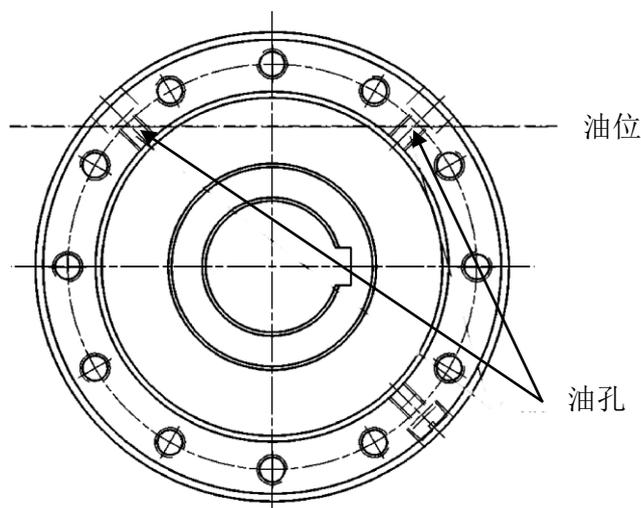

图2
离合器初次运行前必须检查油位。(如图2)。
- 转动离合器的外环，使其中的两个油孔位置朝上并与中心线成 45° 角（如图 2 所示）。